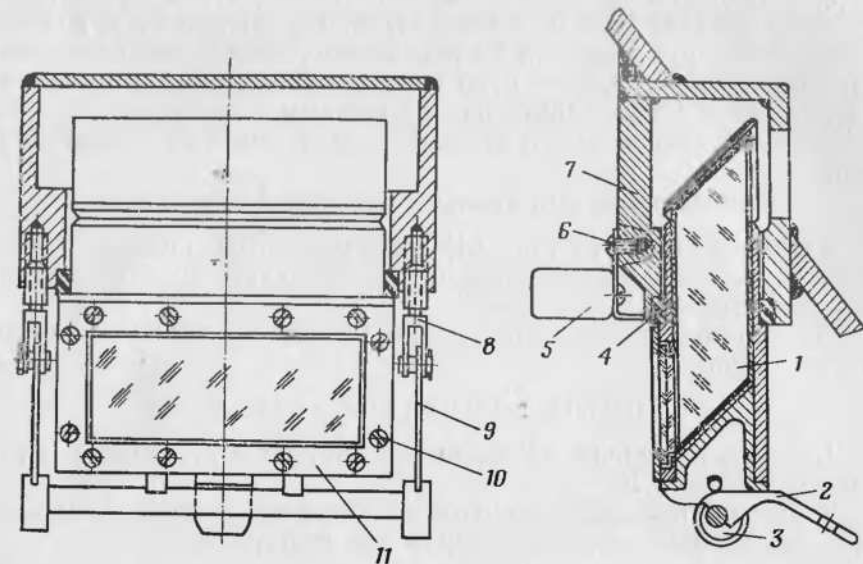

Рис. 90. Установка прибора ТНП-А:
1. Нажать на рычаг 2 (рис. 90) валика вниз, отвести валик 3 с тягой 9 на себя и вынуть прибор 1 из шахты, потянув его за корпус вниз.